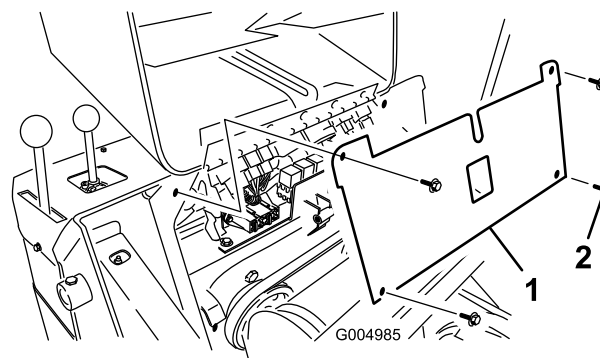

Figura 41
4. Rimuovere le 4 viti che fissano il portafusibili, quindi estrarre il pannello tirandolo verso l'alto (Figura 41).